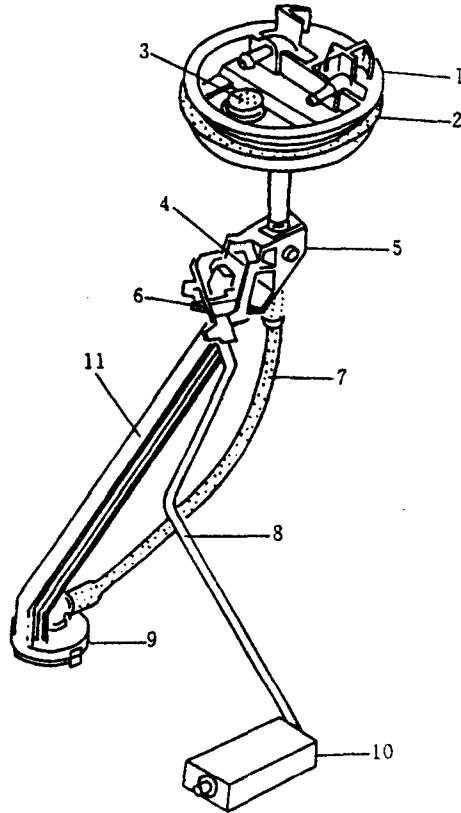

图 1-1 燃油表传感器的构造
(2)燃油表传感器的结构。如图 1-1 所示,它由燃油表传感器和浮子安全阀两大部分组成。